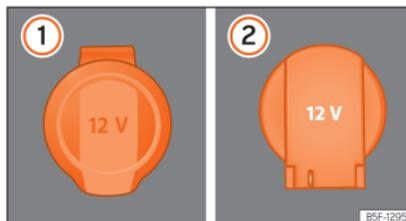

Abb. 148 12-Volt-Steckdose: ① in der Armlehne vorn, ② im Kofferraum.
- Die Abdeckkappe der Steckdose anheben » **Abb. 148** ①.
- Die Abdeckkappe der Steckdose anheben » **Abb. 148** ②.